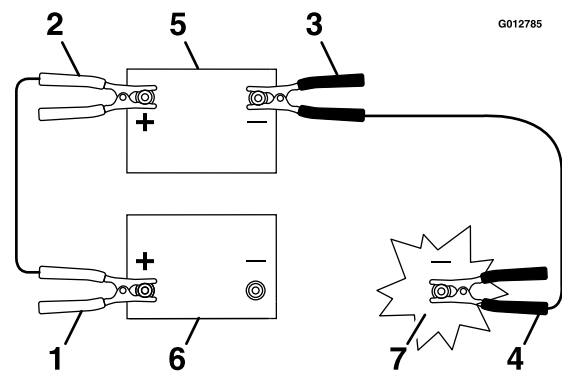

Figura 41
- Conecte el cable positivo (+) al borne positivo (+) de la batería descargada que está conectado al motor de arranque o al solenoide, según se indica en Figura 41.